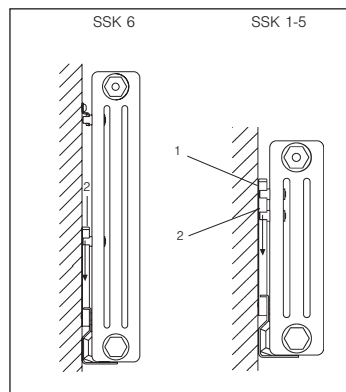
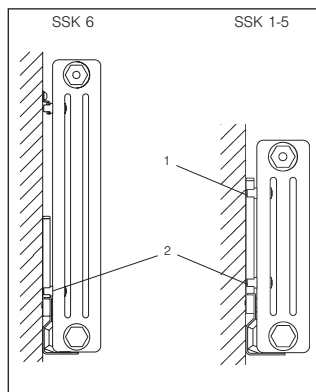

Abb. 3
Abb. 4
D **Abb. 3, 4** Jetzt ist der Heizkörper schon gegen Herausrutschen gesichert. Klemmhalter (2) nach unten schieben (siehe Abb. 4)
GB **Fig. 3, 4** The radiator can now not slip out. Push the clip holder (2) down (see fig. 4).
F **Fig. 3, 4** Le radiateur est maintenant bloqué et ne peut plus glisser. Décaler les crapauds de fixation (2) vers le bas (voir Fig. 4).